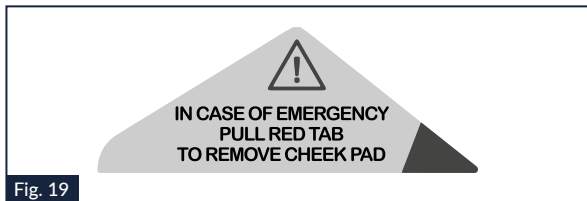

Fig. 19
- Die Aufkleber von Abb. 19 nicht vom Helm entfernen: Sie könnten dem Rettungspersonal wichtige Hinweise geben.